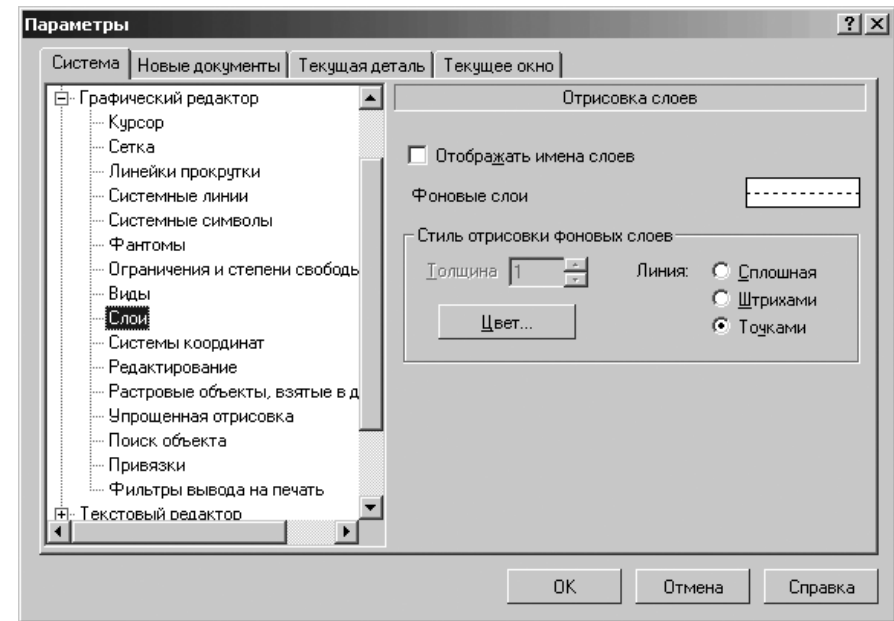

Рис. 9.27. Диалоговое окно **Параметры** с открытой вкладкой **Система** и открытой панелью **Отрисовка слоев**
- щелкните по пункту **Слой**. Откроется в правой части диалогового окна панель **Отрисовка слоев** (рис. 9.27).